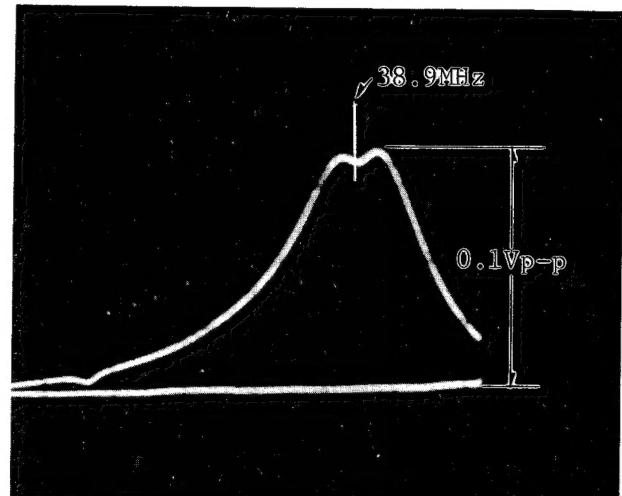

Fig. 5
- Nach Beendigung von Pkt. 7 das Filter T 706 bei 38,9 MHz so abgleichen, daß die Kurve den in Fig. 5 gezeigten Kurvenverlauf erreicht.
- After this completed adjustment, adjust T 706 so that 38.9 MHz marker position is shown in Fig. 5.